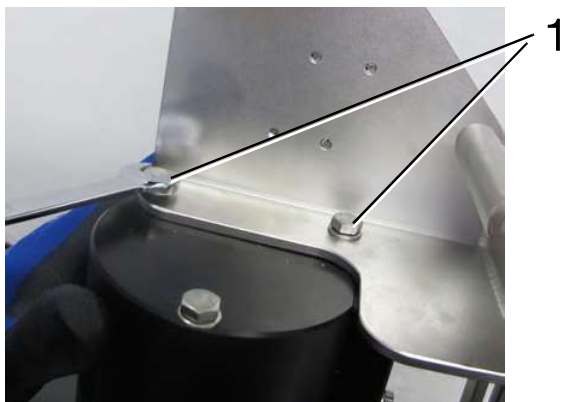

Bild 7-27 1 Schrauben
- Die Schrauben (1) an der Magazinbefestigung mit dem Maulschlüssel festziehen (Bild 7-27).